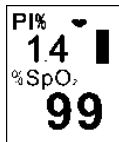

Figure 8
7. Comme pour le mode précédent, vous pouvez faire pivoter l'écran de 180° et passer à la vue dans la figure 8 en appuyant en boucle sur le bouton.